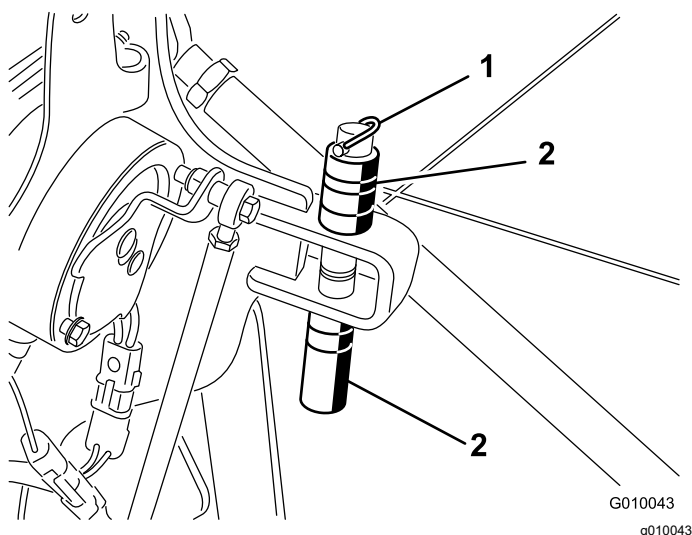

**Figura 20**
2. Retire o pino de sujeição que segura os espaçadores e os pinos de profundidade (Figura 20).